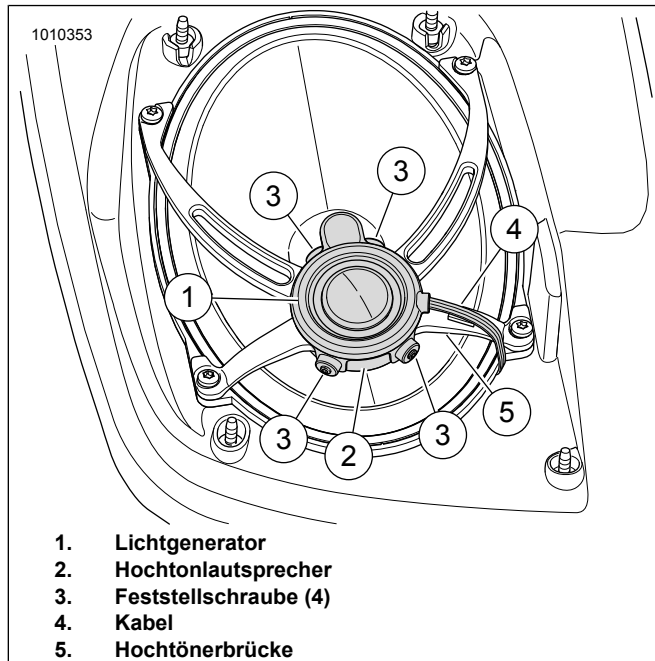

Abbildung 23. Lautsprechereinbau
16. Den Kabelbaum (3) mit Tülle (6) einbauen. Den Lichtgeneratorsteckverbinder von außen in die Satteltasche schieben. Die verjüngte Kante der Tülle zeigt zur Satteltasche. Die Tülle (6) in das Loch drücken, indem Sie mit einer verjüngten Kante der Tülle im Loch beginnen. Wenn die Tülle ordnungsgemäß eingebaut wurde, sitzt die Außenseite der Tülle an der Außenseite der Satteltasche auf. Die Tülle rundherum in Position drücken.
17. Siehe Abbildung 23. Den Hochtonlautsprecher (2) im vorderen Teil der Satteltasche wie dargestellt einbauen. Sicherstellen, dass sich der IIR-Gummi zwischen dem Bereich der getrennten Kabel und der Satteltaschenabdeckung befindet. Dieser soll die Kabel abkapseln und die Lautsprechermembran zum Satteltaschengehäuse hin versiegeln, damit kein Wasser eintritt. Lautsprecher mit dem Kabelbaum verbinden und den Lautsprecher mit den vorher entfernten Schrauben befestigen. Die Schrauben abwechselnd auf folgendes Drehmoment anziehen: